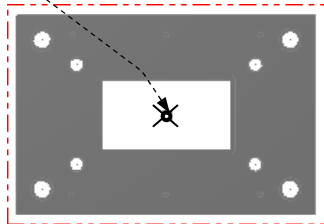
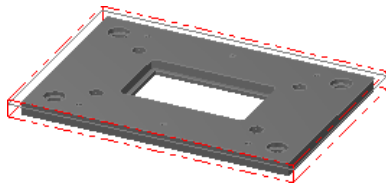

图 2.4 定义基准点
图 2.5 绘制矩形边界
Step1. 绘制矩形边界。单击顶视图 按钮，选择下拉菜单 绘图(C) → 矩形(R)... 命令，系统弹出“矩形”工具栏。在“矩形”工具栏中确认 按钮被按下，选取图 2.4 所示的点，然后在 后的文本框中输入值 320，在 后的文本框中输入值 220，按 Enter 键。单击 按钮，完成矩形边界的绘制，结果如图 2.5 所示。